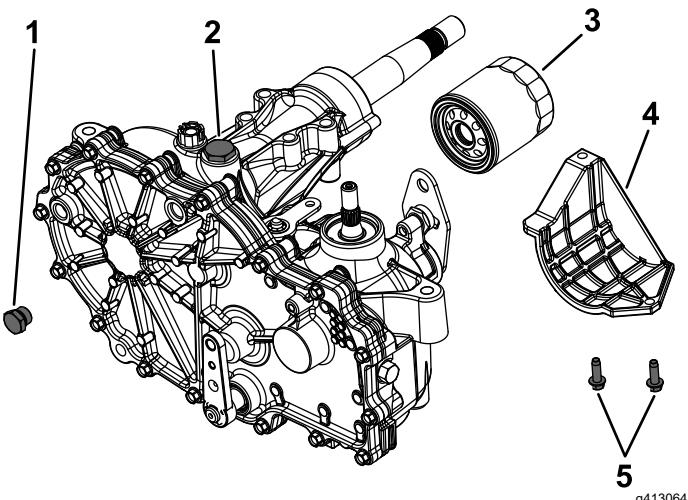

Figura 93
Si es necesario, añada fluido hidráulico Toro® HYPR-OIL™ 500 a través del orificio de llenado hasta que aparezca fluido en la parte inferior del orificio superior de cada transeje (Figura 92 y Figura 93).
4. Localice el filtro y los protectores de cada sistema de tracción del transeje (Figura 93).
5. Retire los 3 tornillos que sujetan el protector del filtro, y retire el protector (Figura 93).
7. Retire el tapón del orificio superior (Figura 93) de los transejes izquierdo y derecho antes de llenarlos de aceite.
9. Instale el tapón del orificio superior en cada transeje cuando el nivel de aceite llegue a este orificio (Figura 93).